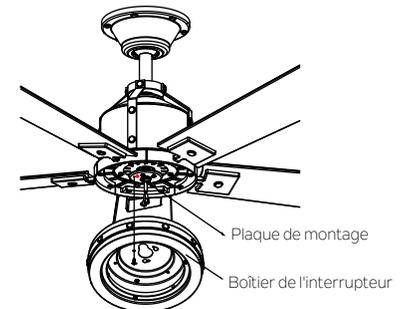

Fig. 19
Étape 1. Retirer la vis marquée d'un point qui est préinstallée sur la plaque de montage et conserver pour une utilisation ultérieure. Desserrer les deux autres (ne pas les enlever). Placer les deux trous de la fente sur le boîtier de l'interrupteur sur les 2 vis préalablement desserrées de la plaque de montage. Tourner le boîtier de l'interrupteur jusqu'à ce qu'il soit verrouillé au niveau de l'extrémité étroite des trous en forme de serrure. Fixer en serrant les 2 vis précédemment desserrées ainsi que celle précédemment retirée (Fig. 19).